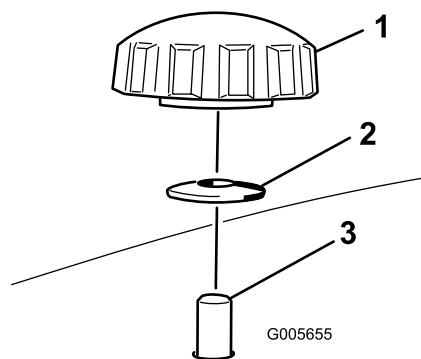

Figura 4
2. Inserite il deflettore sinistro nel piatto fissando i perni sul deflettore sopra il tosaerba utilizzando le 2 manopole e le rondelle curve (lato concavo verso il tosaerba) come illustrato nella Figura 3 e Figura 4.
| 3. Montate il deflettore destro e fissate utilizzando le 2 manopole e le rondelle curve (lato concavo verso il tosaerba) come illustrato nella Figura 3 e Figura 4 . | |